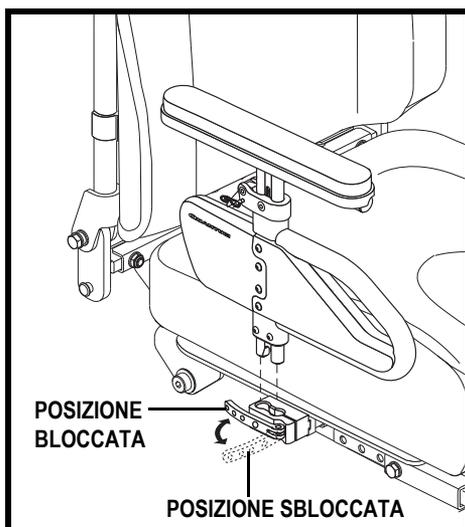
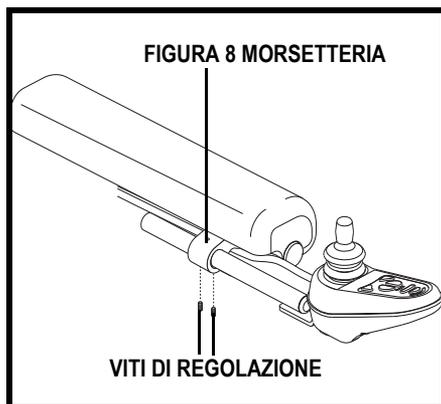

Figura 8. Rimozione/Installazione bracciolo
Figura 14. Posizione della centralina - montaggio figura 8
1. Ruotare la leva di blocco del bracciolo in avanti. **Vedere figura 8.**
1. Posizionare il gruppo del bracciolo nel blocco corrispondente. **Vedere figura 8.**
NOTA: La centralina si fissa mediante un blocco di montaggio, oppure secondo il montaggio illustrato nella figura 8. Seguire le istruzioni corrette illustrate in basso per modificare la posizione della centralina.
Per modificare la posizione della centralina in un montaggio del tipo illustrato nella figura 8:
4. Allentare le viti di regolazione nella morsetteria della figura 8, ubicate sul bracciolo. **Vedere figura 14.**
8. Stringere le viti di regolazione per fissare il gruppo della leva del reclino manuale nel morsetto della figura 8.
10. Stringere le viti di regolazione per fissare la centralina nel morsetto della figura 8.